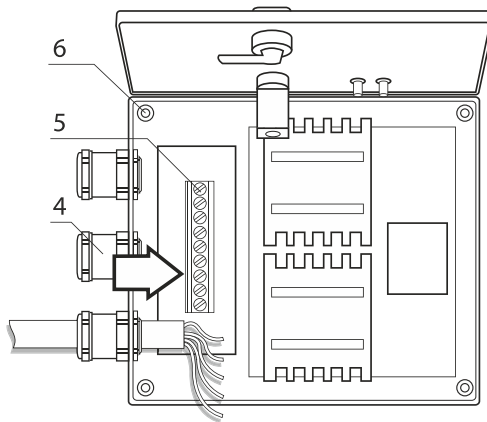
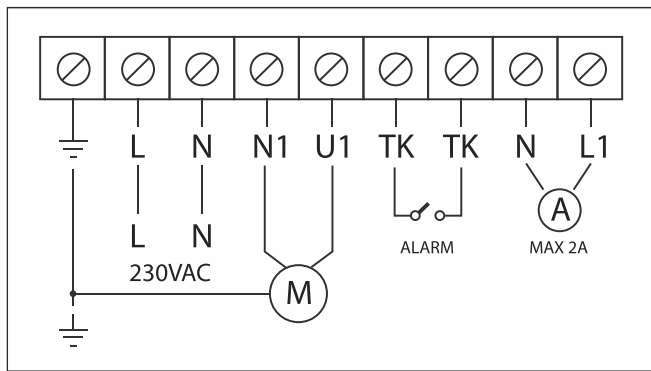

Рис. 3
Рис. 4. Схема электрических подключений
Регулятор имеет пять скоростей, выбор между которыми осуществляется выставлением поворотной ручки — **1** (см. рис. 1), в одно из пяти фиксированных положений, и положение «**0**» в котором прибор выключен. В регуляторе предусмотрены клеммы **ТК** (см. рис. 4) для подключения термального контакта, вмонтированного в мотор вентилятора, при срабатывании термального контакта прекращается подача напряжения на двигатель вентилятора и загорается сигнальная лампа — **3** (см. рис. 3), показывающая аварийную работу регулятора. Регулятор также имеет клеммы **L1,N** (250Vac/50Гц/**макс 2А**) для подключения внешнего оборудования (например приводов воздушных заслонок). В случае перевода ручки регулятора в положение «**0**», напряжение на клеммы и электродвигатель вентилятора не подается.
- Закрепить регулятор на поверхности при помощи крепежных отверстий — **6** в задней стенке прибора (**см. рис. 3**);
- Произвести электрические подключения согласно схеме (**см. рис.4**). Подключение внешних электрических проводников к изделию осуществляется при помощи винтовых клемм — **5** (**см.рис.3**). Ввод проводников во внутрь прибора производится через гермовводы — **4** (**см. рис.3**). На внешнем вводе (220В/50Гц) должен быть установлен встроенный в стационарную сеть электроснабжения автоматический выключатель.